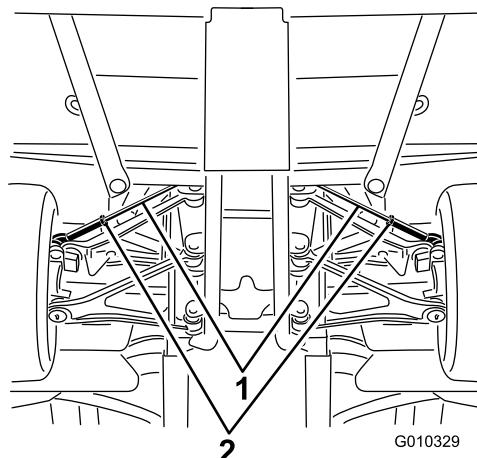

Рисунок 49
- Ослабьте контргайку в середине тяги (Рисунок 49).